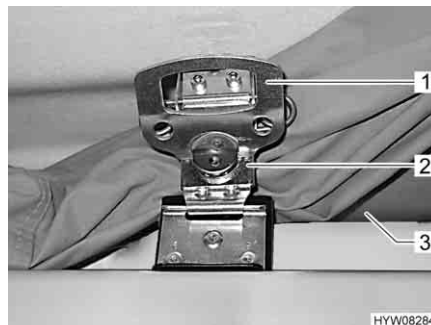

Fig. 52 Serratura rapida, bloccata
- Ruotare la maniglia (Fig. 52,1) sulla serratura rapida (Fig. 52,2) in senso orario di mezzo giro.
- Avvolgere la tenda (Fig. 52,3) e spingerla dietro il bordo.